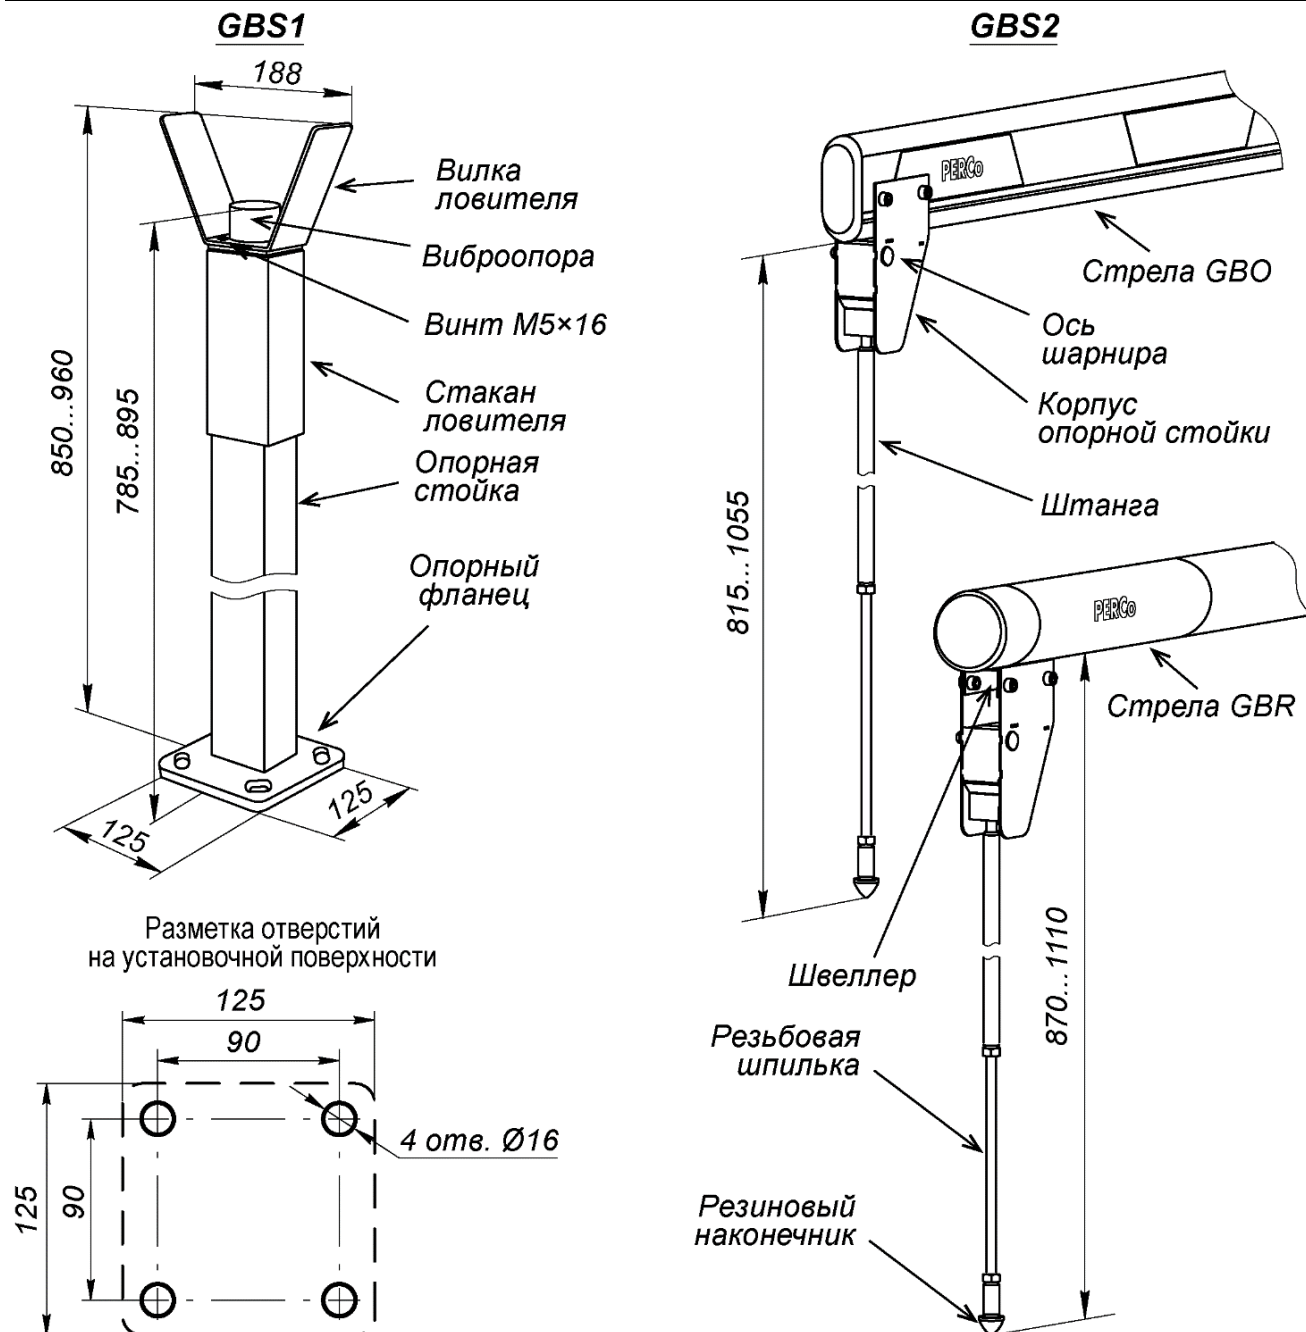

Рисунок 19. Внешний вид опорных стоек *PERCo-GBS1* и *PERCo-GBS2*
При необходимости, а также при длине стрелы более 3 метров, устанавливается опорная стойка с ловителем стрелы **PERCo-GBS1**. Опорная стойка **PERCo-GBS1** состоит из стойки прямоугольного сечения с опорным фланцем и ловителя стрелы (см. рис. 19).
1. Выполните в установочной поверхности отверстия в соответствии с разметкой (см. рис. 19). Ось опорной стойки должна совпадать с продольной осью стрелы шлагбаума (обращаем внимание, не с осью стойки шлагбаума!, см. рис. 7). Размер отверстий на схеме указан для анкеров типа PFG IH10 («SORMAT»), при использовании других типов анкеров необходимо выполнять отверстия соответствующих им диаметра и глубины.
Вместо стационарной стойки **PERCo-GBS1** можно использовать подвесную опорную стойку **PERCo-GBS2**, которая крепится непосредственно на стреле шлагбаума (см. рис. 19). В вертикальном положении стрелы подвесная стойка складывается под собственным весом. При монтаже на прямоугольно-овальной стреле **PERCo-GBO** в стреле необходимо будет просверлить два сквозных отверстия под болты крепления корпуса опорной стойки. На круглой стреле **PERCo-GBR** необходимо предварительно закрепить на заклепках монтажный швеллер из комплекта поставки опорной стойки (см. Инструкцию по монтажу из комплекта подвесной стойки), на который затем монтируется корпус опорной стойки.